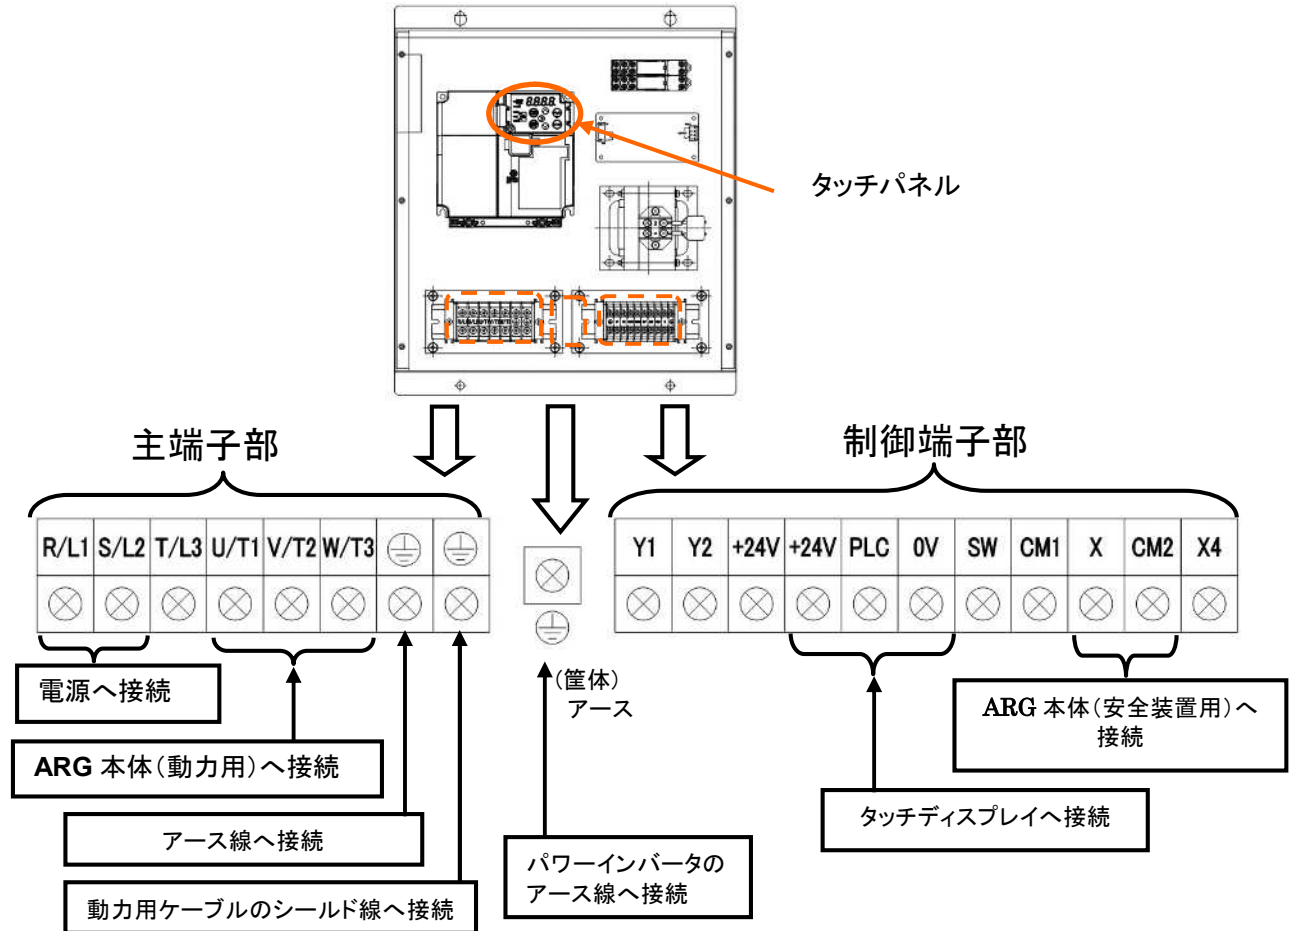

図 4-13 モータドライバの端子配列
表 4-1 にモータドライバの接続端子サイズを示します。なお、圧着端子は付属品となっております。接続端子の位置は、図 4-13 を参照して下さい。
③ 蓋を取り外すと図 4-13 のように、保護カバー付き端子台が配置されています。